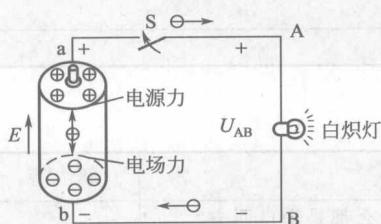

图 1-2 电流的产生
电压源的作用下克服阻力，电子从一个原子移动到另外一个原子，形成电流。所以，电流、电压和电阻是电路的基本物理量。电是看不见的，它的作用以光、热、声和运动的形式表现出来，例如：电灯发出的光，电热器发出的热，警报声，电动机的运动。（见图 1-2）
电流从某种意义上是能的一种形式，在电压源的作用下克服阻力，电子从一个原子移动到另外一个原子，形成电流。所以，电流、电压和电阻是电路的基本物理量。电是看不见的，它的作用以光、热、声和运动的形式表现出来，例如：电灯发出的光，电热器发出的热，警报声，电动机的运动。（见图 1-2）
(1) 定义 电路中某点的电位在数值上等于电场力将单位正电荷从该点移动到参考点（零电位点）所作的功。（见图 1-2），若以 B 点作为参考点，则 A 点的电位就是指电场力将单位正电荷从 A 点经白炽灯移动到 B 点所作的功。电位常用  $V$  表示，于是电路中某点 A 的电位为